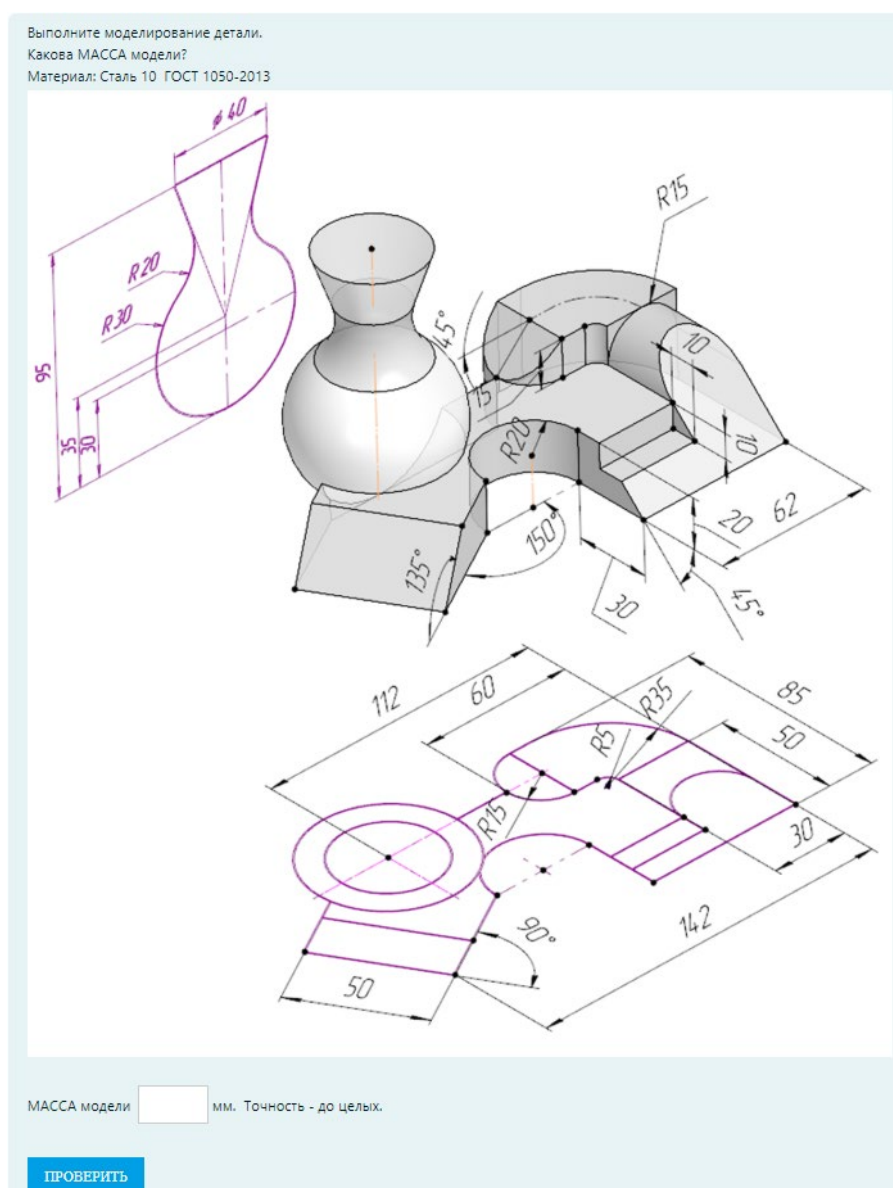

Рисунок 3. Пример графического задания. Номинация «3D-мастер»
**Номинация «3D-мастер»** – является соревнованием по 3D-моделированию. В этой номинации требуется выполнить моделирование нескольких объектов по их наглядным изображениям (размеры даны). Задание состоит из нескольких задач. Пример одной из задач приведен на рис. 3.